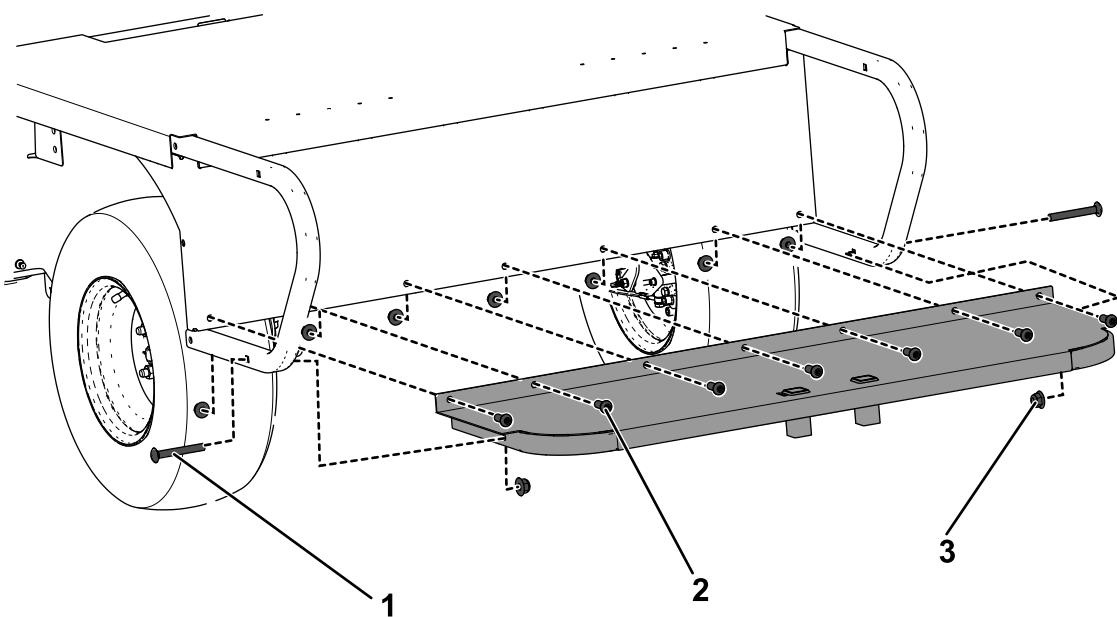

Figura 7
2. Coloque o apoio de pé na plataforma plana utilizando dois parafusos de carroçaria ($\frac{3}{8}$ pol. x 3 pol.) e sete parafusos de cabeça de tremoço ($\frac{3}{8}$ pol. x 1 pol.) e nove porcas hexagonais, como se mostra na Figura 7.